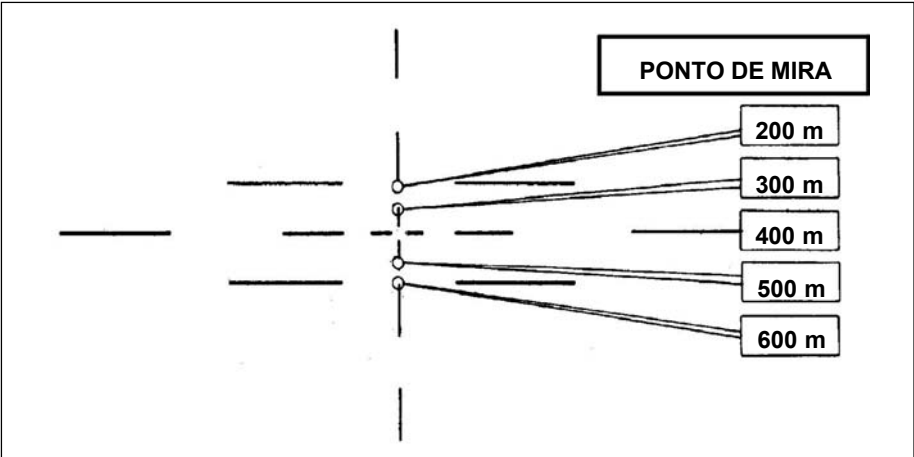

Fig 9-1. Ponto de Mira para o tiro com a Mtr coaxial, empregando o SACT
1) Se a distância for inferior a 400 m ou compreendida entre 400 e 600 m o Cmt CC deve comandar a correção (Fig 9-1)